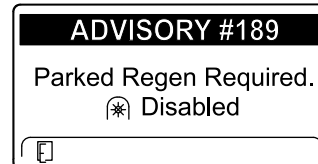

Figure 49
- Si vous n'exécutez pas de régénération en stationnement dans un délai de 2 heures, l'InfoCenter affiche ADVISORY #189 (avis n° 189) pour demander une régénération en stationnement – prise de force désactivée (Figure 49).